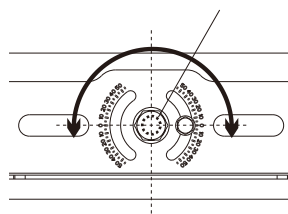

Fig. 3
2. Utilisez la vis centrale et la vis de réglage d'angle pour définir l'angle de montage (Fig. 3).